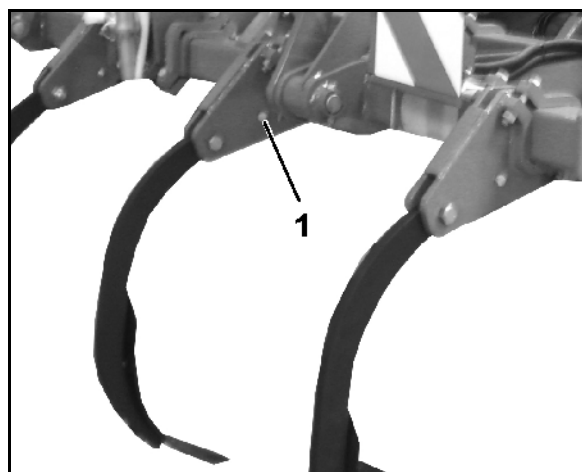

Рис. 27
- После срезания головки срезного болта (Рис. 27/1) в результате перегрузки установите новый срезной болт (M12x90 8.8).